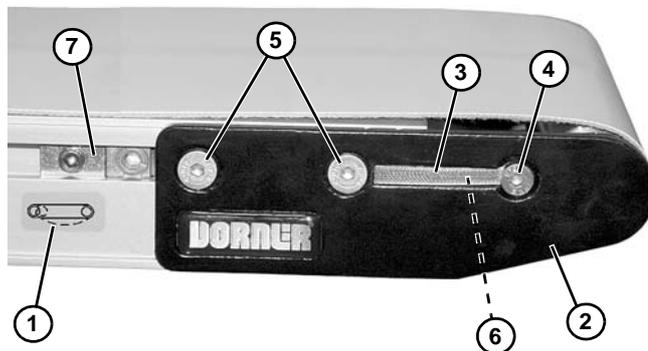

Figura 54
1. En el extremo tensor del transportador, identificado con  una etiqueta (**Figura 54, artículo 1**), empuje e inserte el conjunto de la placa del cabezal (**Figura 54, artículo 2**):
- a. Si el transportador está equipado con cubiertas antipolvo (**Figura 54, artículo 3**), quite el tornillo (**Figura 54, artículo 4**) y las cubiertas antipolvo de ambos lados del transportador. Vuelva a instalar el tornillo (**Figura 54, artículo 4**).
- b. En ambos lados del transportador, afloje los tornillos de sujeción (**Figura 54, artículo 5**) y gire el engranaje piñón (**Figura 54, artículo 6**) para ajustar la placa del cabezal.
3. Después de ajustar la tensión correctamente, apriete los tornillos de sujeción (**Figura 54, artículo 5**) en ambos lados del transportador a 7 Nm.
4. Si se dispone de ellos, instale las cubiertas antipolvo (**Figura 54, artículo 3**).
5. Si se dispone de conjuntos de seguimiento de leva (**Figura 54, artículo 7**), colóquelos sobre las placas del cabezal y ajuste el seguimiento de la banda. Consulte "Alineamiento de la Banda del Transportador" en la página 26.